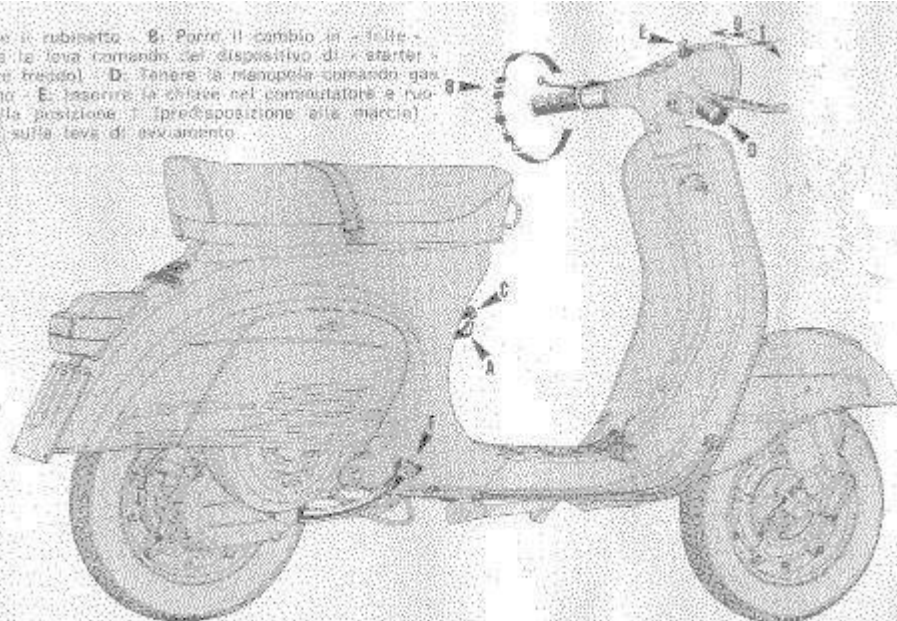
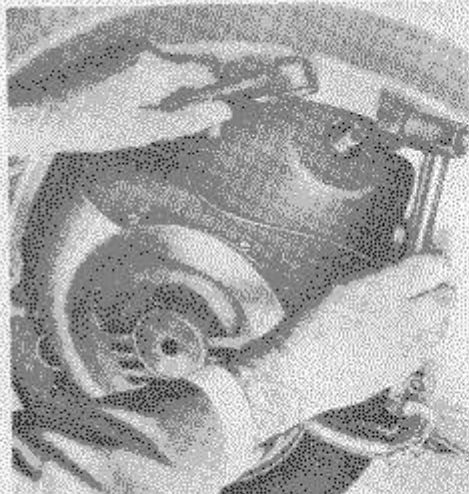

Fig. 8 - Operazioni per avviare la moto
Fig. 10 - Smontaggio candela
Eseguire le operazioni di fig. 8. Non usare lo starter a motore caldo; ad avviamento avvenuto riportare la leva dello starter in posizione normale.
**AVVERTENZA** - Per eventuali difficoltà di avviamento vedere a pag. 26. Quando si debba ricorrere (come descritto a pag. 20) alla manovra a spinta è necessario prima ruotare la chiave del commutatore (Fig. 8) nella posizione 1. (Preparazione alla marcia).
Con motore al minimo, tirare la leva della frizione e ruotare la manopola del cambio in posizione 1.a velocità (fig. 8). Per avviare il veicolo, lasciare con dolcezza la leva della frizione e
Togliere gas, tirare la leva della frizione e ruotare la manopola del cambio nella posizione della marcia superiore o inferiore (fig. 8).
Chiudere il rubinetto miscela («A» fig. 8), togliere la candela (ved. norme di pag. 22 e fig. 10) e pulirla, far compiere al motore alcuni giri azionando il pedale della messa in moto. Riavvitare quindi a mano la candela e bloccarla con la chiave a tubo, riaprire il rubinetto miscela ed agire (con chiave del commutatore in posizione 1) sul pedale della messa in moto.
Togliere il portello del motore, ruotandone (in senso antiorario) la levetta di chiusura (fig. 2 n. 15) e sfilandolo verso l'esterno; staccare il cavo A.T. dalla candela ed agire su di essa con la chiave a tubo (fig. 10).